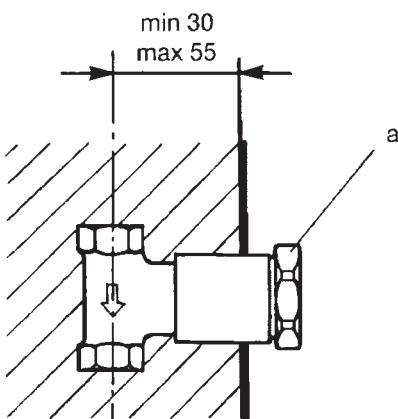

Fig. 3
- Incassare il corpo del flussometro secondo le dimensioni: min. 30, mass. 55 (fig. 3).
- Encastrar o conjunto do autoclismo segundo as medidas: mínimo 30, máximo 55 (fig. 3).